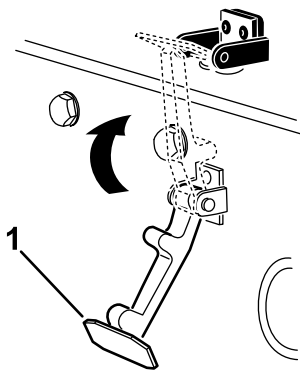

Figura 25
7. Enganche el cierre en el soporte del cierre (Figura 25).